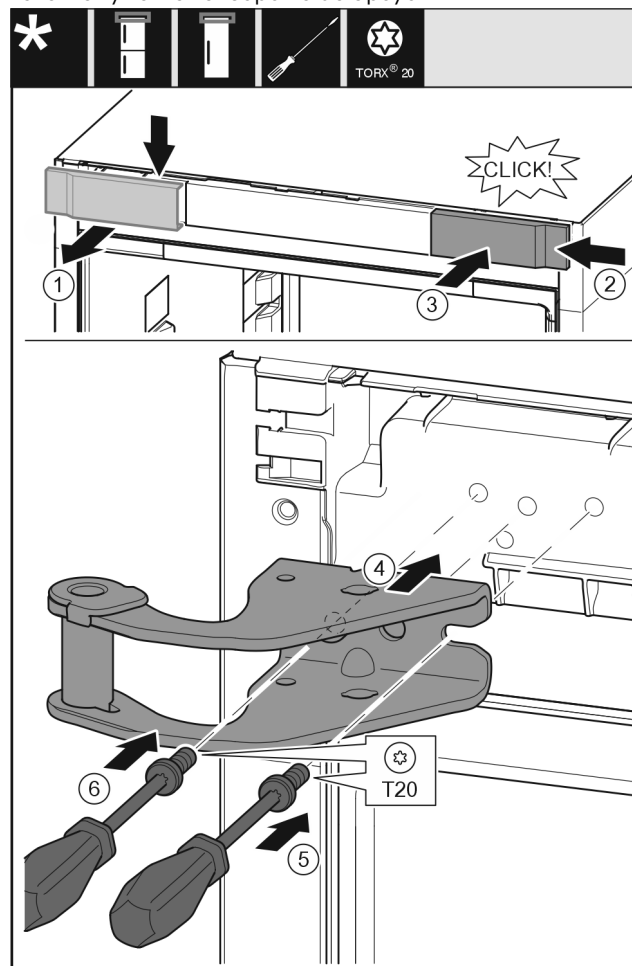

Fig. 10
- ▶ Retirar la cubierta desde arriba hacia delante. Fig. 10 (1)
- ▶ Enganchar por la derecha la cubierta girada 180° en el otro lado. Fig. 10 (2)
- ▶ Encajar la cubierta. Fig. 10 (3)
- ▶ Colocar el soporte de apoyo superior. Fig. 10 (4)
- ▶ Colocar y apretar el tornillo con el destornillador T20. Fig. 10 (5)
- ▶ Introducir y apretar el tornillo con el destornillador T20. Fig. 10 (6)